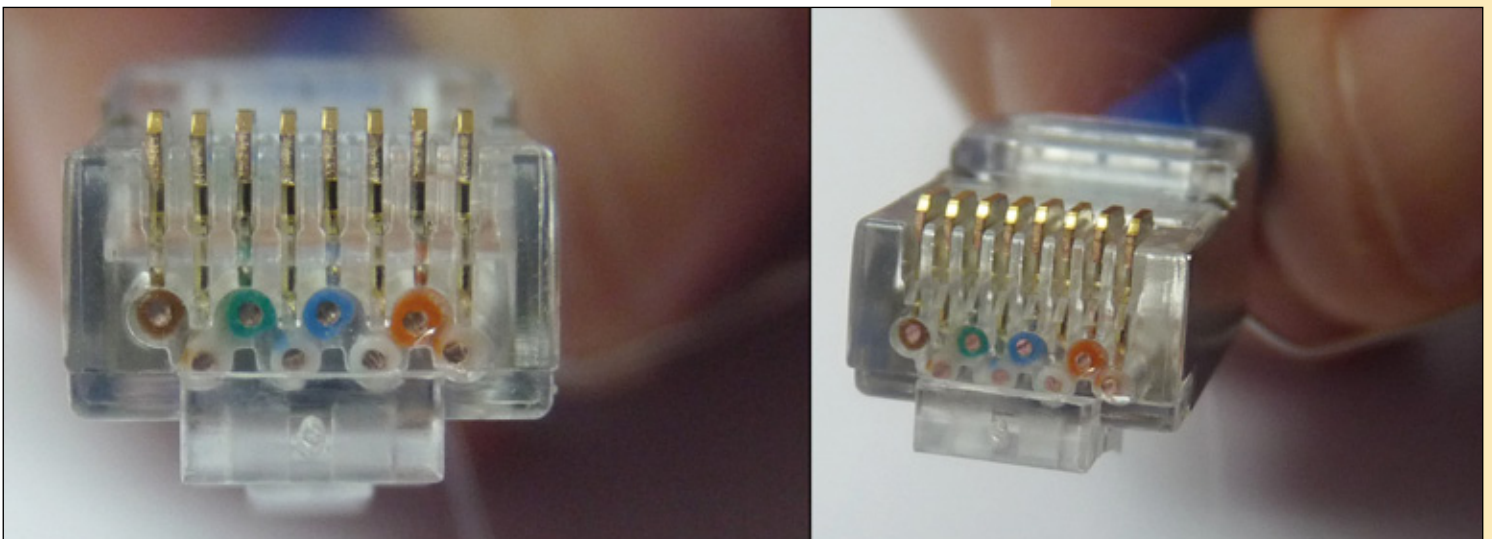

Figura 20
- 15 Observe cómo llegan las puntas de los conductores al fondo del **Main Body**, tal como se muestra en el grupo de imágenes de la Figura 20.